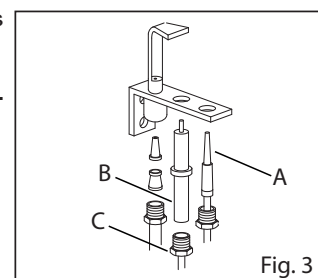

Fig. 3
- Dévisser l'injecteur de son emplacement (Fig. 3).
- Démontez le thermocouple de la vanne (Fig. 2/A) et du groupe pilote (Fig. 3/A)
- Détacher le câble à haute tension de la bougie (Fig. 3/B)
- Dévisser l'écrou (Fig. 3/C)
- Brancher le câble à haute tension (Fig. 3/B)